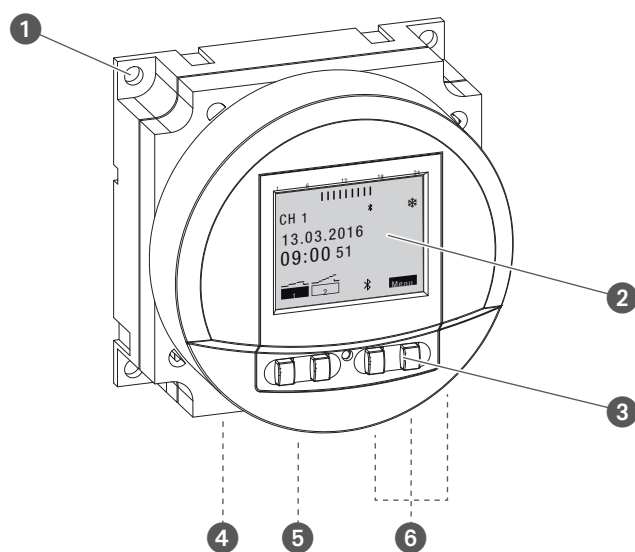
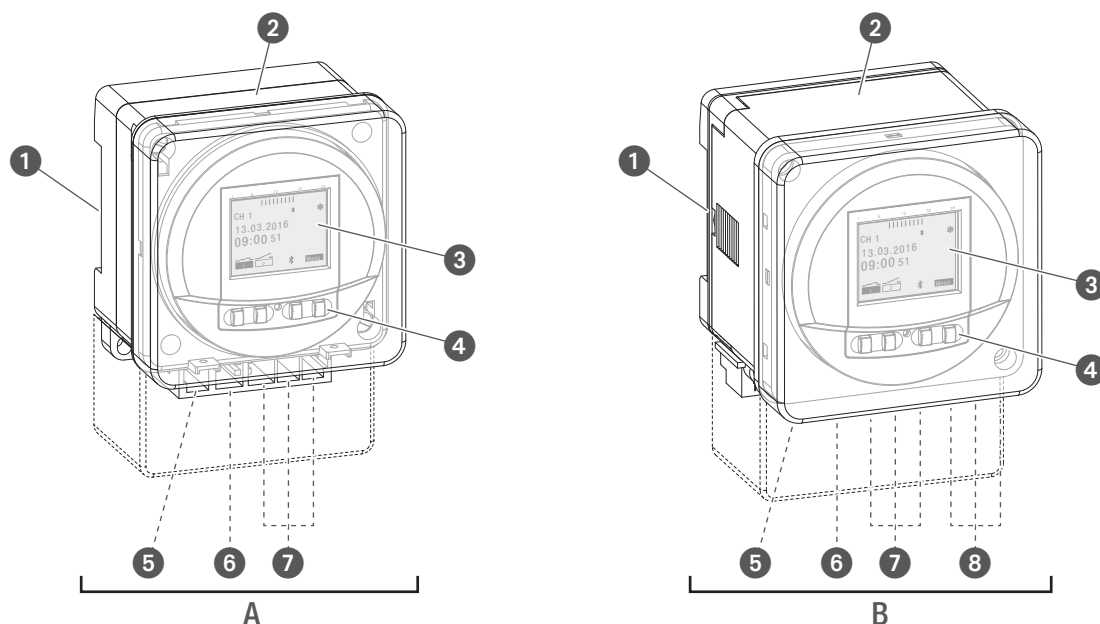

Fig. 1: Horloge FMD smart
Fig. 2: Horloge tactic smart
Selon le type, l'horloge convient pour un montage encastré, un montage en saillie ou avec un système à encliquetage sur un rail DIN (➔ chapitre „Installation“ à la page 122) ; l'horloge pilote l'appareil qui y est connecté. Selon le type, l'horloge possède 1 ou 2 canaux et peut être commandée par un écran (fig. 1/②, fig. 2/③) avec 4 touches de commande (fig. 1/③, fig. 2/④). L'horloge peut être programmée manuellement ou via un appareil portable. La fréquence du signal radio est de 2,4 GHz et la puissance d'émission maximale est de 1,8 mW. L'horloge ne peut être programmée qu'après le raccordement à une alimentation électrique externe.